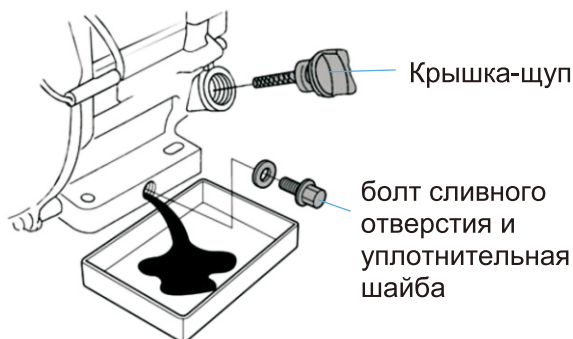

Рис. 21
1. Подготовьте емкость для слива отработанного масла и разместите ее под сливным болтом на картере двигателя. Отверните сливной болт для слива масла (см. рис. 21). Чтобы масло легче сливалось снимите крышку-щуп с горловины патрубка